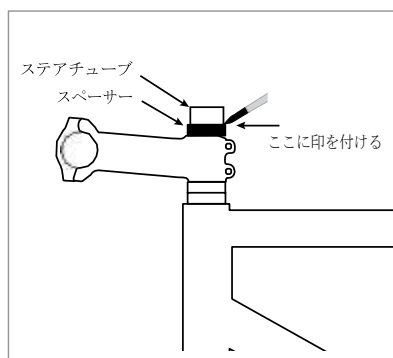

図 6
8. 10 mm スペーサーをステムクランプの上に追加して、追加のステアチューブがある場合は、細字フェルトペンを使ってスペーサー上端に沿ってステアチューブに印を付けます (図 6)。